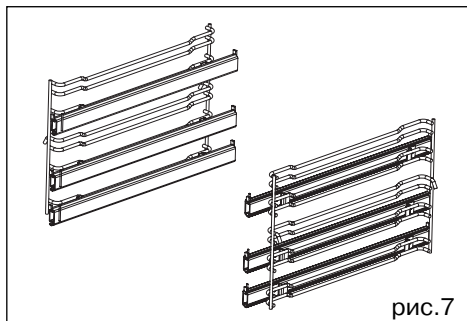

рис. 7
• **Выдвижной опорный каркас для противней (рис. 7).**